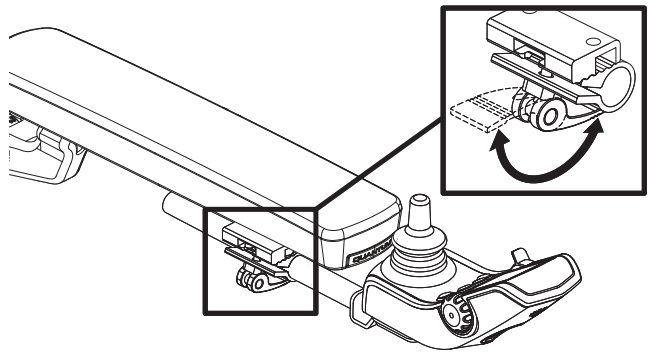

Abbildung 14. Reglereinstellung (hochklappbare Armlehnen)
3. Legen Sie den Entriegelungshebel um und drehen Sie ihn, um die Klemme zu lösen. **Siehe Abbildung 14 oder 15.**